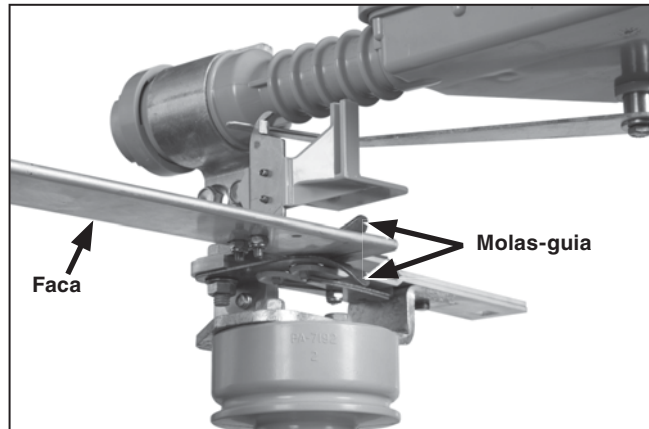

Figura 36. Durante o fechamento, assegure-se que a faca entra nas molas-guia de forma centralizada.
- (b) A faca deve se mover para dentro e para o centro das molas-guia dos contatos de mordente. Ver Figura 36.